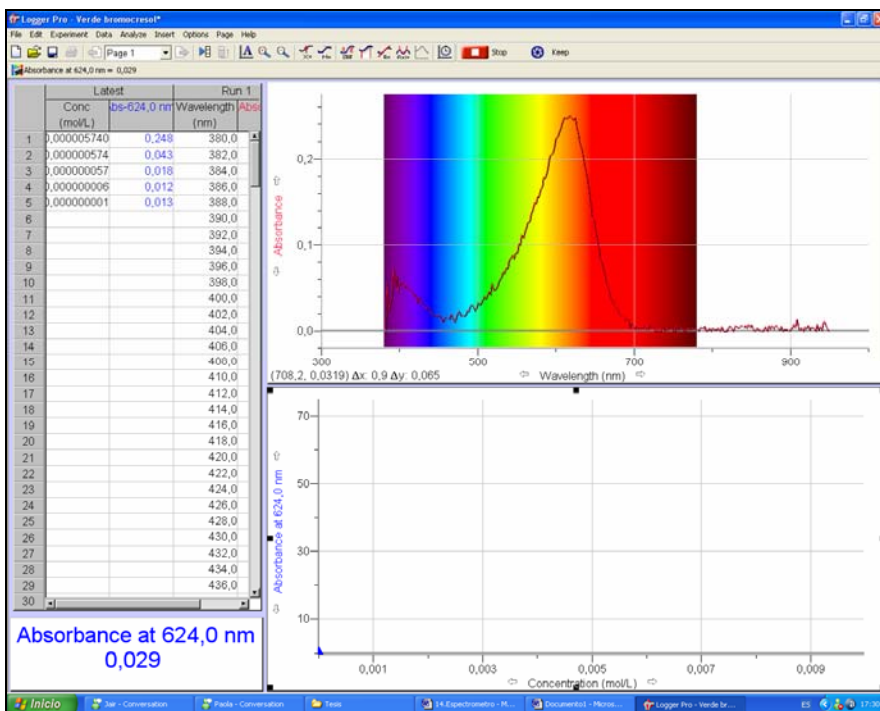

Figura 7.ESP. Imagen que muestra como se ve la pantalla con la máxima longitud de onda, 624 nm de Absorbancia.
3. Se coloca la muestra de 5.7×10^{-6} M en el sostén de celdas del Espectrómetro y se hace clic en recolectar (“*Collect*”). Luego se hace clic en detener (“*Stop*”) para finalizar la recopilación de datos. Se examina la gráfica y se anota la región de la longitud de onda para la máxima absorbancia (Figura 7.ESP).
2. Haga clic en “*Abs vs Concentration*” (Bajo el modo de selección). La longitud de onda para la máxima absorbancia se seleccionará automáticamente. Haga clic en OK para que se cierre este desplegado, como se muestra en la Figura 7.ESP.